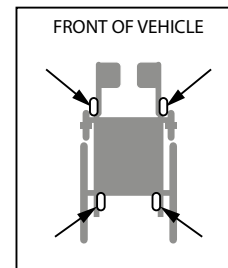

Figure 4. Emplacement des ancrages
**Note :** Voir la figure 4 pour l'emplacement des quatre points d'ancrages installés sur le fauteuil roulant Motion Composites, pour les attaches WTORS.